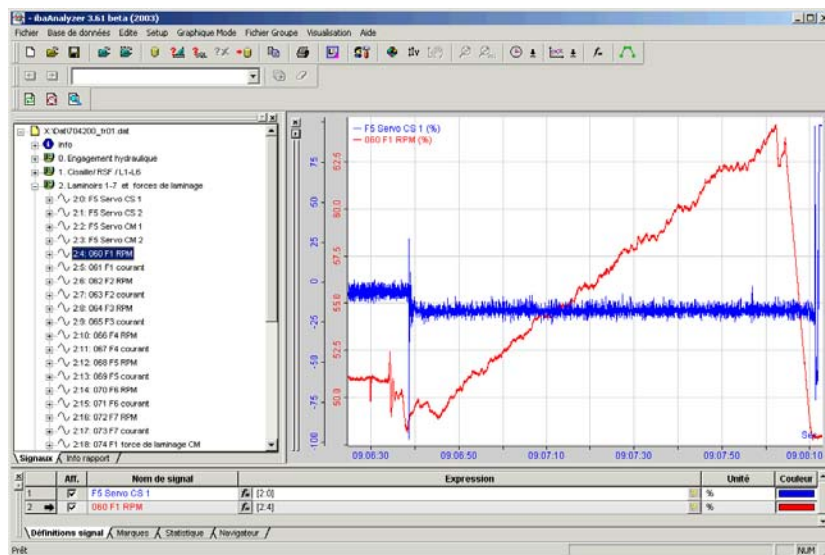

Fig.57 Deux signaux dans une bande, axes Y séparés pour chaque signal
- Représenter un autre signal dans une bande existante:** il suffit de déplacer le signal souhaité dans la zone de la bande souhaitée. Le signal est maintenant affiché dans la même bande, mais avec un axe Y séparé. (Fig.57)